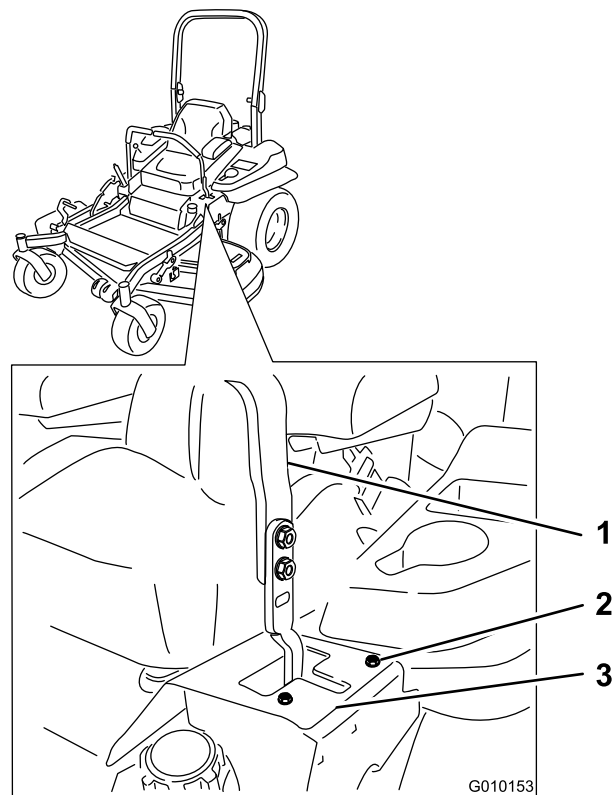

図 52
6. 右にずれていく場合には、ボルトをゆるめて左側T字スロットの左ストッププレートを後ろにずらす図 52。
7. 左にずれていく場合には、ボルトをゆるめて右側T字スロットの右ストッププレートを後ろにずらす図 52。
8. ストッププレートを締め付ける図 52。